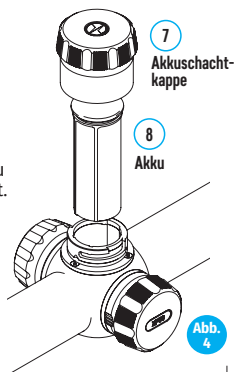

Abb. 4
- Drehen Sie die Akkuabdeckung (7) gegen den Uhrzeigersinn und entfernen Sie sie (Abb. 4).
- Schieben Sie den Akku (8) entlang der dafür vorgesehenen Führungen in das Akkufach.
- Setzen Sie die Akkufachabdeckung (7) wieder ein, indem Sie sie im Uhrzeigersinn drehen.